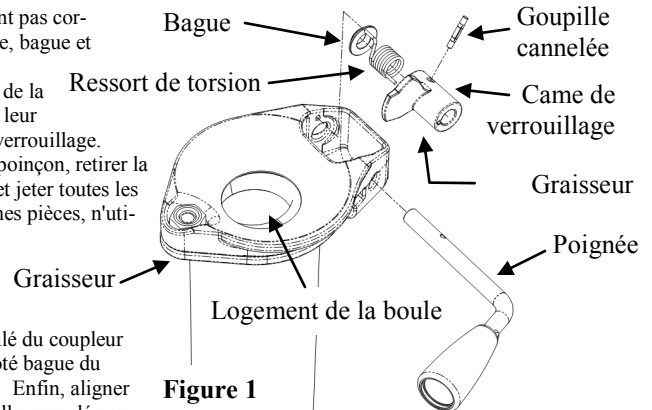

Figure 1
1. Desserrer les boulons de réglage, retirer la cheville porteuse et l'ensemble inférieur du coupleur de la remorque. Avec le logement de la boule vers le haut (Fig. 1), repérer visuellement les pièces et leur orientation, en accordant une attention particulière à la fonction de la poignée et de la came de verrouillage.